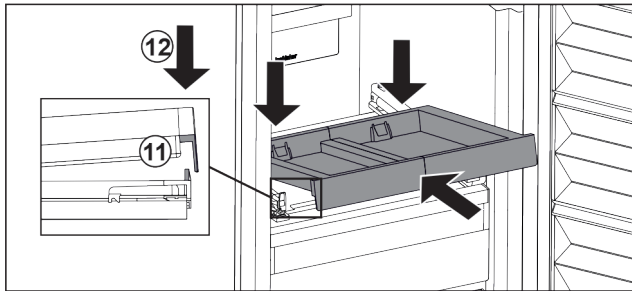

Fig. 108
- ▶ Schräg einschieben. Darauf achten, dass auf beiden Seiten der Anschlag hinter der Lasche ist. Fig. 108 (11)
- ▶ Auszugsbord vorne absetzen. Fig. 108 (12)